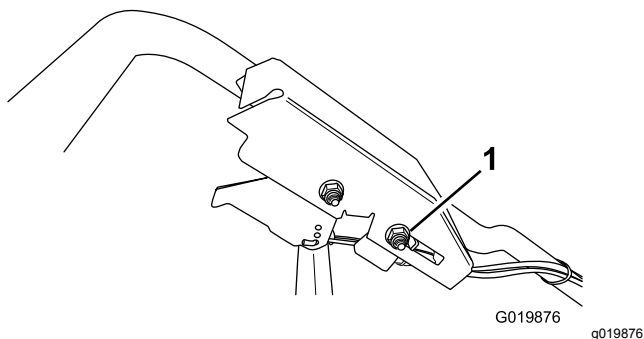

Figura 50
2. Allentate il dado del supporto cavo (Figura 50).